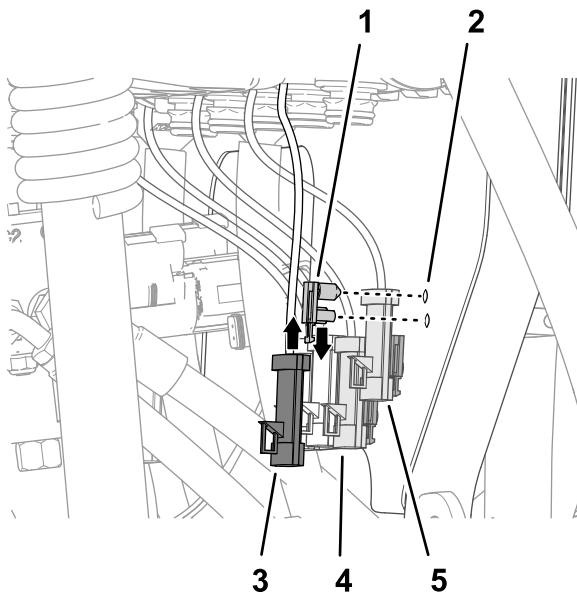

Bild 114
1. Befestigen Sie die Eindrückbefestigungen des Steckerankers in den Löchern in der Ventilbefestigung (Bild 114).